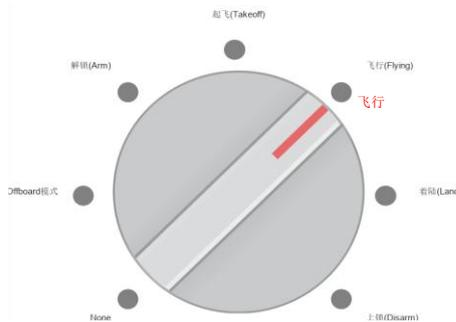

图 24 切换至 Flying 档
(1) 模式切换旋钮切至飞行 (Flying) 档，如图 24 所示，QGC 显示飞机继续保持 Flying 状态，此时用户修改的位置才会生效。